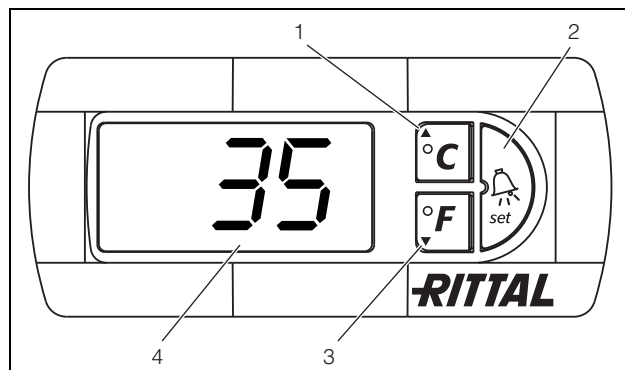

Fig. 24 : Régulateur e-confort
Le régulateur e-confort dispose d'un affichage à 7 segments (fig. 24, n° 4). Lorsque l'appareil est mis sous tension, dans un premier temps, la version du logiciel du régulateur s'affiche pendant env. 2 secondes, puis «ECO» pour l'activation du mode économique. Ensuite, la température intérieure de l'armoire électrique s'inscrit sur l'affichage à 7 segments. En fonctionnement normal, il assure l'affichage de la température (en degrés Celsius ou en degrés Fahrenheit par commutation) ainsi que l'affichage des défauts.
La programmation de l'appareil se fait à l'aide des touches 1 – 3 (fig. 24). Les paramètres correspondants sont également visualisés sur l'afficheur.
- Appuyer simultanément sur les touches 1 et 2 (fig. 24) pendant au moins 5 secondes.
Les touches 1, 2 et 3 (fig. 24) vous permettent de modifier 24 paramètres à l'intérieur des plages définies (valeurs limites minimales et maximales).